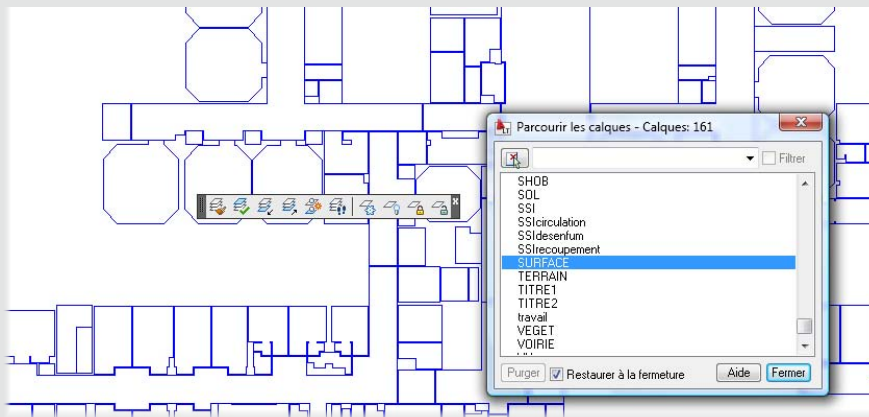

Figure 24
17. Ici, le parcours des calques montre uniquement le calque des surfaces actives (voir Figure 24). Cet état du dessin n'est pas non plus sans intérêt et renseignements sur le projet.